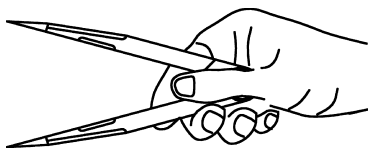
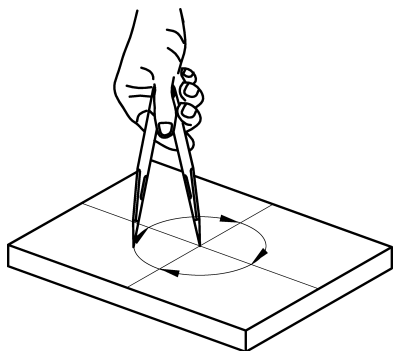

图 3-10 普通划规的握法
图 3-11 普通划规划线操作
(3) 普通划规握法。右手大拇指与其他四指相对捏住划规上部即可,如图 3-10 所示。
(4) 划规操作方法。
① 冲眼。用样冲对圆心冲眼时,样冲眼要尽量打得小一点,只要能使划针尖定位就可以,如果样冲眼打得偏大,划针尖就会在冲眼里发生移动,这样划出来的圆和圆弧的直径就会偏大。
② 度量尺寸。通过钢直尺度量出所划圆和圆弧的半径。
③ 试划。先试划一小段圆弧,再用钢直尺检查圆弧半径值,如果半径值正确,就可以接着划圆和圆弧;如果不正确,就要调整半径值。
④ 划圆。如图 3-11 所示,用划规划圆时,为安全起见(防止划规尖滑动伤手),每次只按顺时针划出 $1/4(90^\circ)$ 圆的圆弧段,然后对工件或划规作一个角度的调整,接着再划出后续 $1/4$ 圆弧段,分四次逐段划出整个圆。